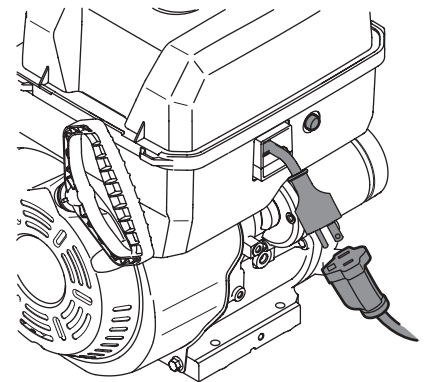

Figura 3-4
**NOTAS:** Siempre debe conectar el cable de alimentación primero a la caja del interruptor del motor; luego en el tomacorriente. Vea la "Figura 3-4".